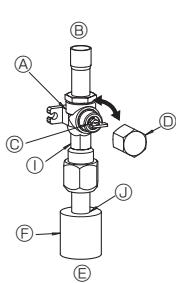
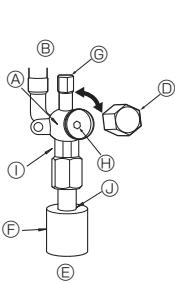

Fig. 4-6
Fig. 4-7
(1) Сторона с газом ZRP100-140 (Fig. 4-6)
- ① Снимите колпачок, потяните ручку на себя и поверните на 1/4 оборота против часовой стрелки для открытия.
- ② Убедитесь в том, что запорный кран полностью открыт, надавите на ручку и поверните колпачок в первоначальное положение.
(2) Сторона с жидкостью ZRP100-140 и сторона с газом/жидкостью ZRP35-71 (Fig. 4-7)
- ① Снимите колпачок и поверните шток золотника против часовой стрелки до упора, используя для этой цели 4 мм шестиугольный гаечный ключ. Прекратите поворачивать шток в момент, когда тот достигнет стопора. (φ9,52: Приблизительно 10 оборотов)